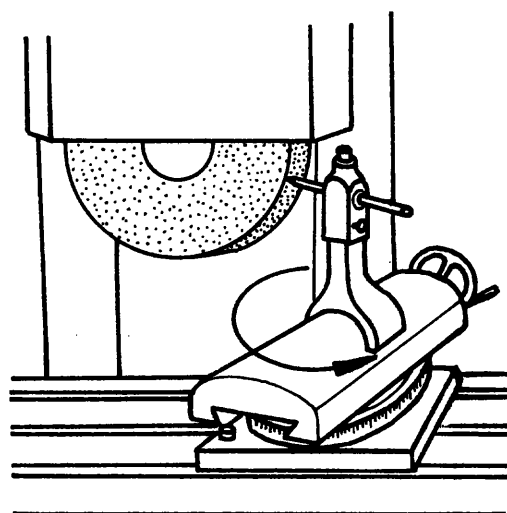

Fig. 1
- ___ b Incline el dispositivo según el ángulo indicado (fig. 1).